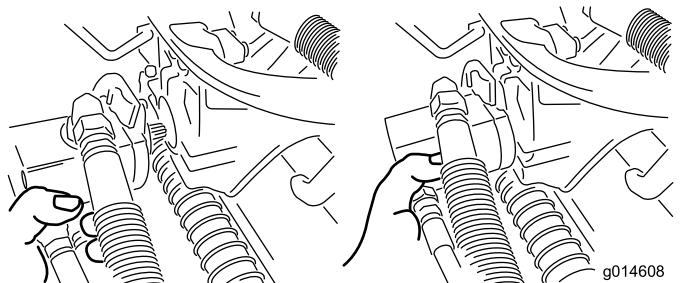

図 49
3. 外したモータは、サスペンションアームの前部にある一時保管位置にセットしておく図 49。